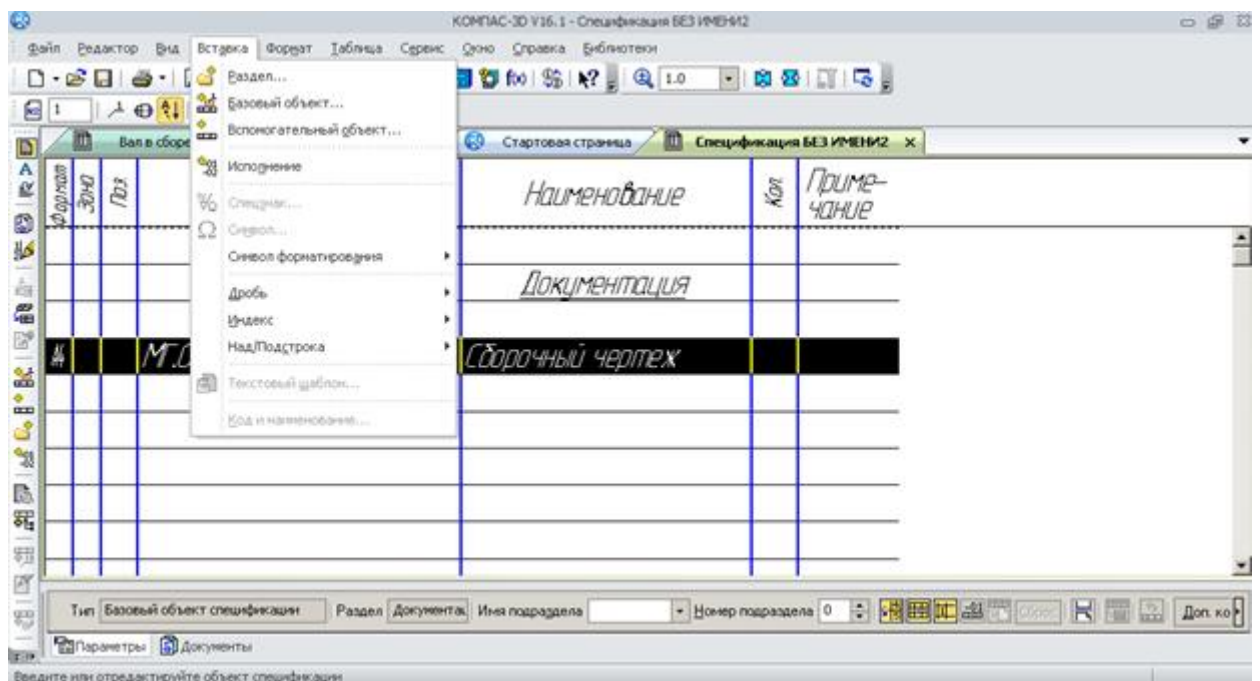

Рис. 2— Вставка раздела Сборочный чертёж
2. Создать спецификацию сборочной единицы Рис.2 в отчете